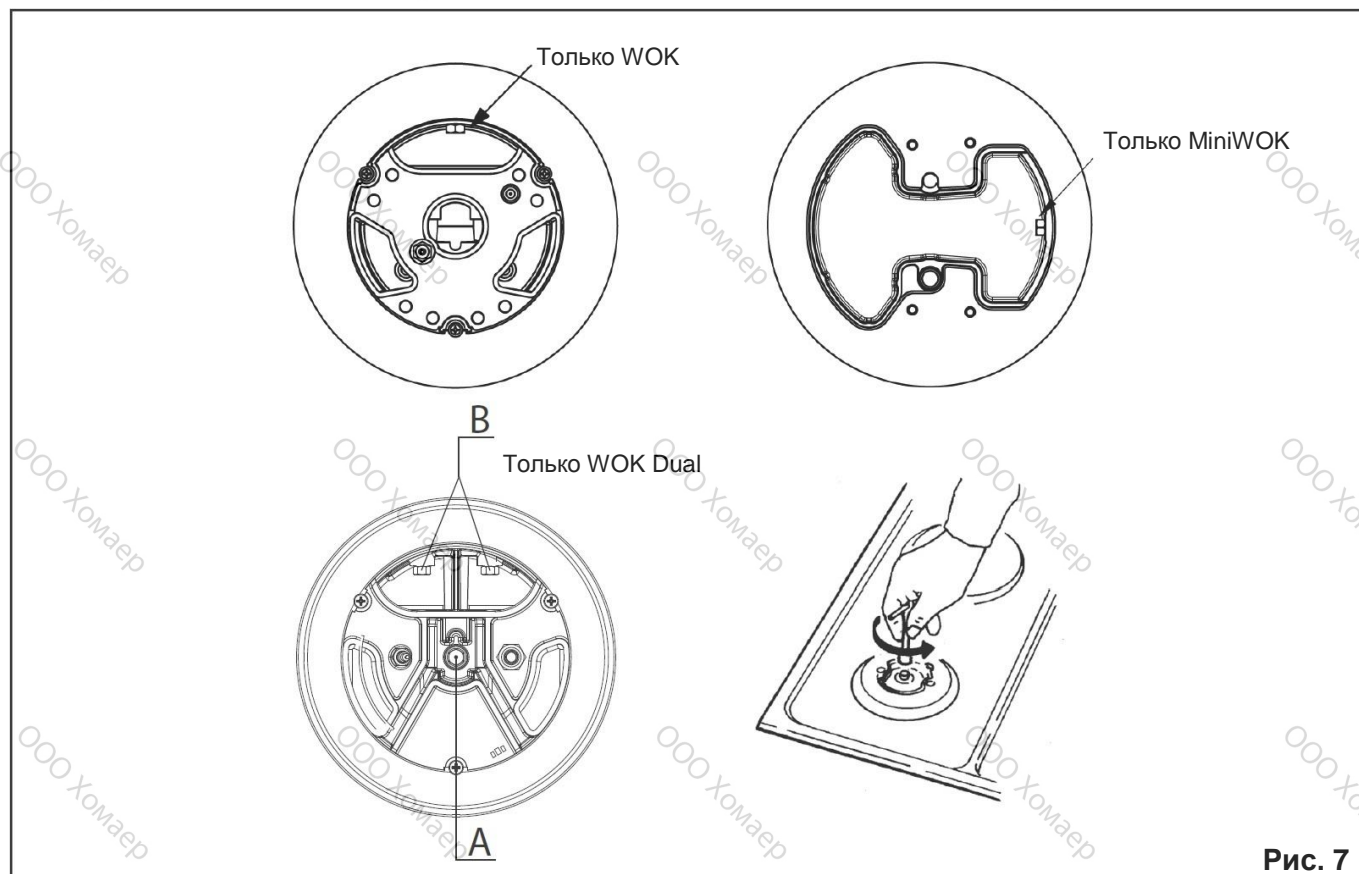

Рис. 7
Адаптация к различным типам газа (рис. 7)
- Замените форсунку (рис. 7) на форсунку, соответствующую используемому типу газа (см. таблицу «Технические характеристики»).